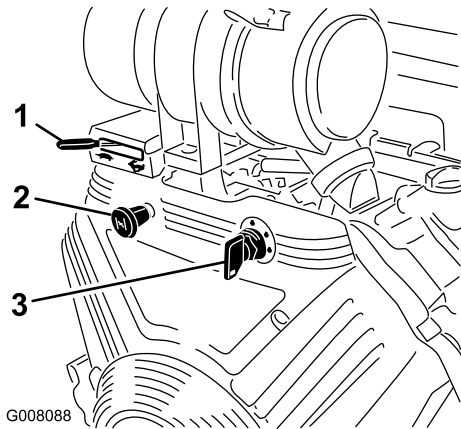

Figura 26
Per avviare il motore a freddo, spingete la leva di comando dello starter (Figura 26) verso l'esterno, in posizione ON.
L'interruttore di accensione (Figura 26), utilizzato per avviare e arrestare il motore, presenta tre posizioni: OFF, RUN e START (spento, marcia e avvio). Girate la chiave in senso orario, in posizione di avvio (START), per azionare il motorino di avviamento. Rilasciate la chiave una volta avviato il motore. La chiave ritorna automaticamente in posizione di marcia (ON). Per spegnere il motore, spostate il comando dell'acceleratore in posizione SLOW (lento) ed aspettate che il motore rallenti prima di girare la chiave in senso antiorario in posizione OFF.
L'acceleratore (Figura 26) viene utilizzato per azionare il motore a varie velocità. Spostate la leva dell'acceleratore in posizione massima (FAST) per aumentare il regime del motore. Per ridurre il regime, spostate la leva in posizione minima (SLOW). Fate girare sempre il motore con l'acceleratore sulla massima.